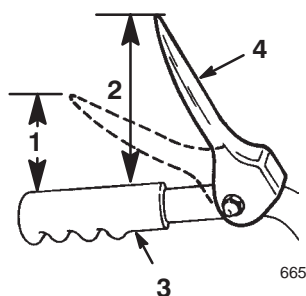

Figure 8
3. Vérifiez la distance entre le bas de la manette de tarière/roue hélice et le haut de la poignée du mancheron (Fig. 8). L'écartement doit être d'environ 10 cm.
Remarque : La résistance augmente de manière perceptible lorsque la courroie d'entraînement de tarière/roue hélice devient tendue (à peu près à mi-course de la manette). Le réglage est correct si la résistance *commence* à augmenter quand le bout de la manette de commande de tarière/roue hélice se trouve à une distance de 2,5 à 5,0 cm du haut de la poignée (Fig. 8).